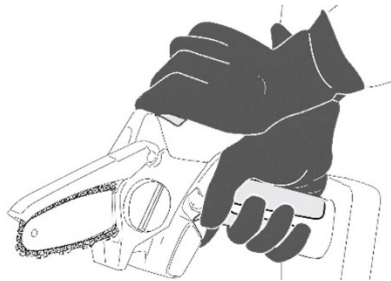

Рисунок 4
- тримати виріб однією рукою в зоні захвату основної рукоятки, щоб великий палець охоплював її, а іншою рукою у місці охоплення корпусу електродвигуна (дивіться рисунок 4);